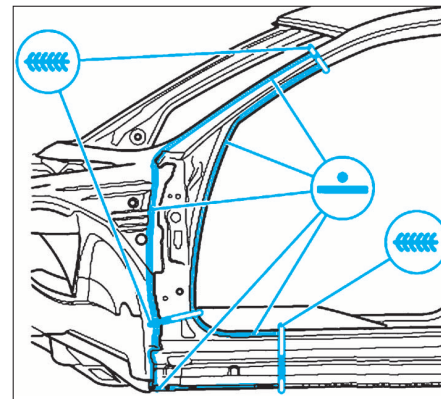

FIG. 12
- Souder le pied AV, soudure par points (Fig.12).